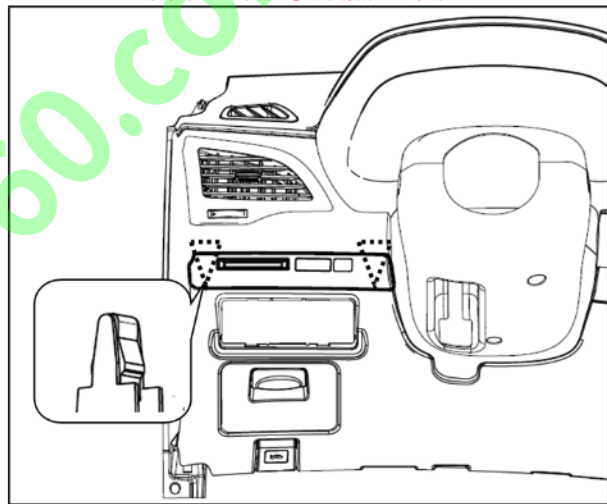

图1-1-6-1 仪表板左饰条安装结构示意图
- (3) 用头部缠绕柔性胶带（或其它柔性产品）的一字螺丝刀小心撬起图1-1-6-1所示两个卡扣安装点；
- (4) 当卡扣都脱开时，拔去1#开关组所有接插件，取下仪表板左饰条。